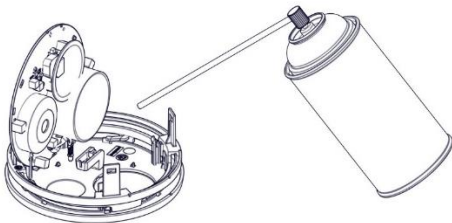

Figura 16
5. Utilice un soplador para limpiar los residuos, el polvo y la suciedad que se acumulan sobre todo alrededor de la cámara de humo (véase la *figura 16*).